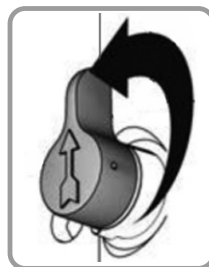

Figura 13 - Procedimiento de descompresión
5. Gire la válvula de seguridad para arriba. Se sospecha que la boquilla o el tubo flexible estuvieran obstruidos o que la presión no fuera completamente liberada, LENTAMENTE desapriete la tuerca de retención del protector de la boquilla o la tuerca de retención de la manguera para libertar la presión. En seguida, desapriete completamente (figura 13);